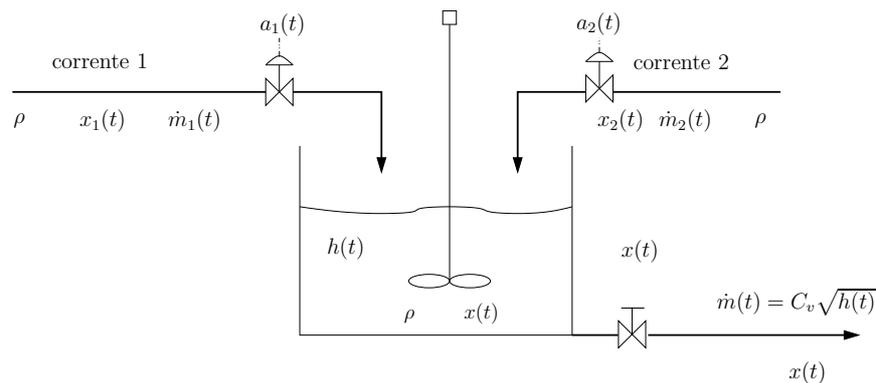

Figura 4: Tanque de mistura com agitação.
4. (2.5 pontos) Considere o processo de mistura mostrado na Figura 4.